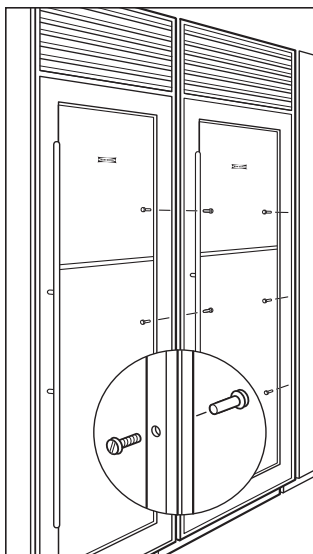

Abb. 11
- Drei 5 mm große Löcher durch beide Außenleisten bohren. Siehe Abbildung 11 weiter unten.